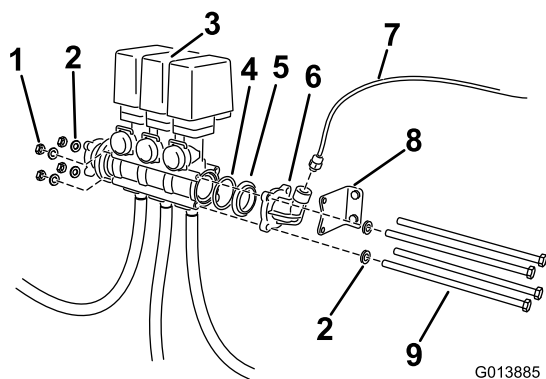

Figura 5
- Retire los pernos largos y las fijaciones que sujetan el conjunto de las válvulas (Figura 5).
- Retire el conector de manómetro y el adaptador macho a macho (Figura 5).